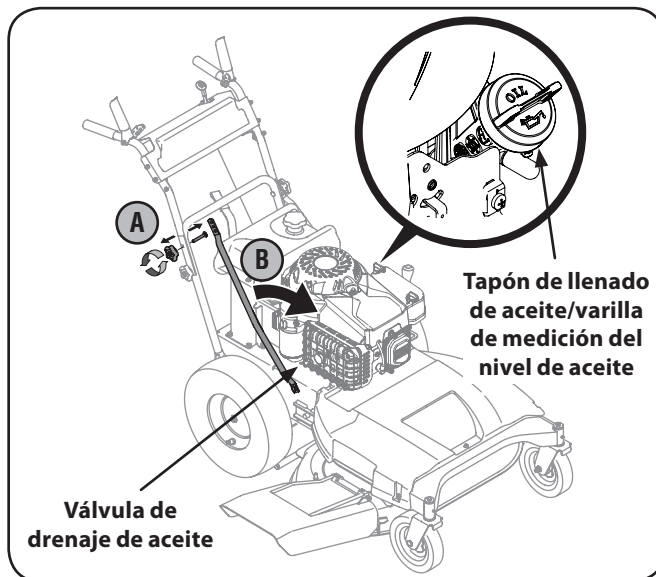

Figura 6-1
2. Extraiga la perilla en estrella superior y el tornillo del carro del lado derecho de la manija. Vea Figura 6-1.
3. Gire el tubo de soporte hacia el frente para tener lugar para conectar la manguera de drenaje de aceite a la válvula de drenaje. Vea Figura 6-1.
5. Retire el tapón de llenado de aceite/la varilla de nivel de aceite del tubo de llenado. Vea Figura 6-1.